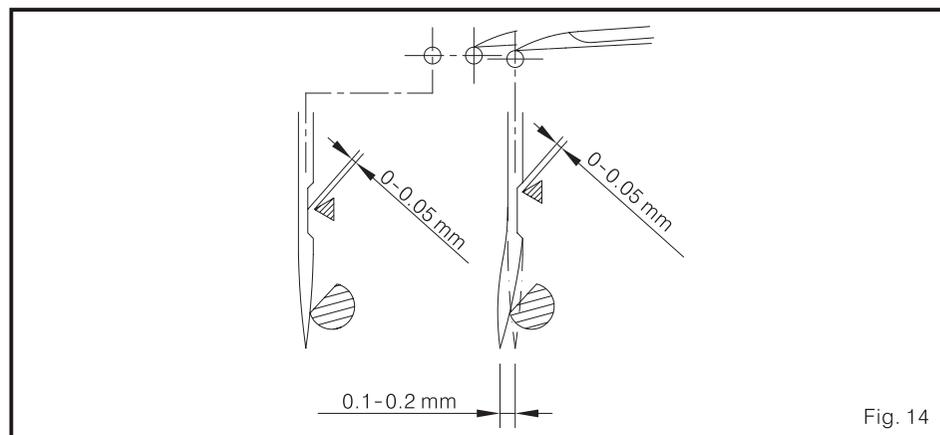

Fig. 14
- (1) quando a gorjeta do bucleador isto atrás do fio central da agulha direita, O espaço entre a gorjeta do bucleador e a agulha direita de forma que o protetor de agulha pode mover é de 0-0.05 mm. (Fig. 14)